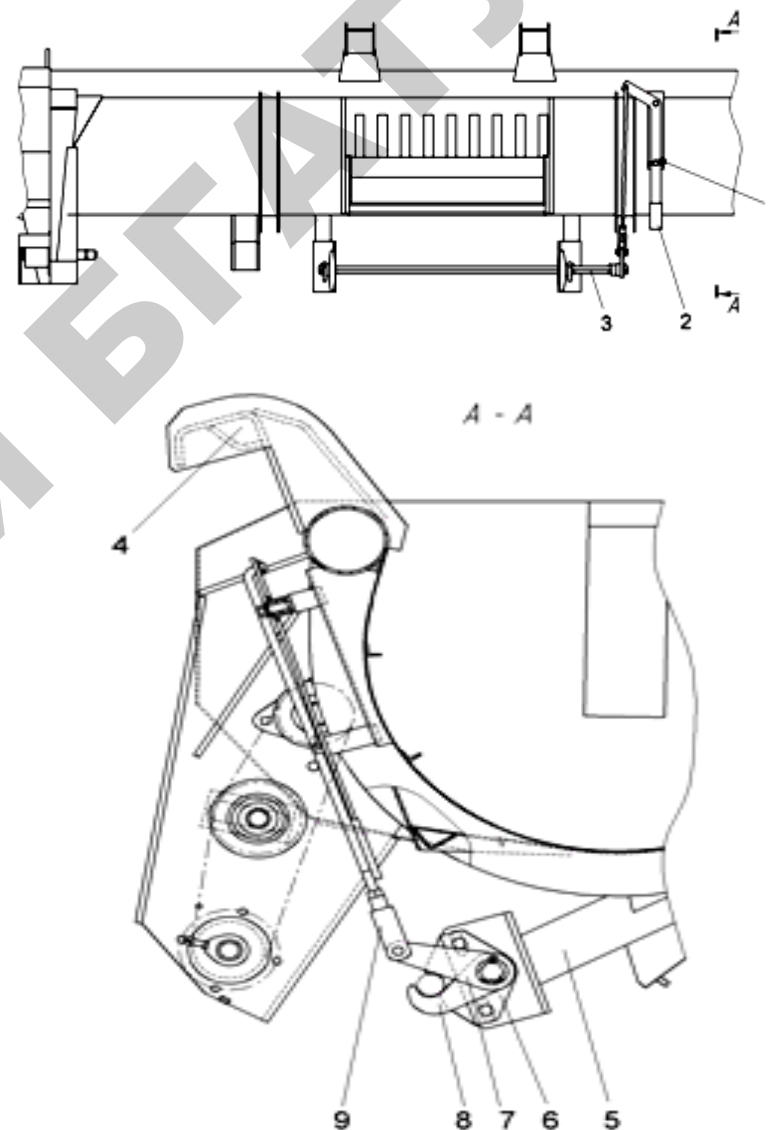

Рис. 7. Навеска подборщика ширины захвата 3 м:
– извлеките шплинт 1 (рис. 7) фиксации рукоятки 2, регулирующей положение крюков 8 нижних ловителей подборщика, отведите рукоятку 2 вправо-вверх в крайнее положение, при этом крюки 8 нижних ловителей опустятся;